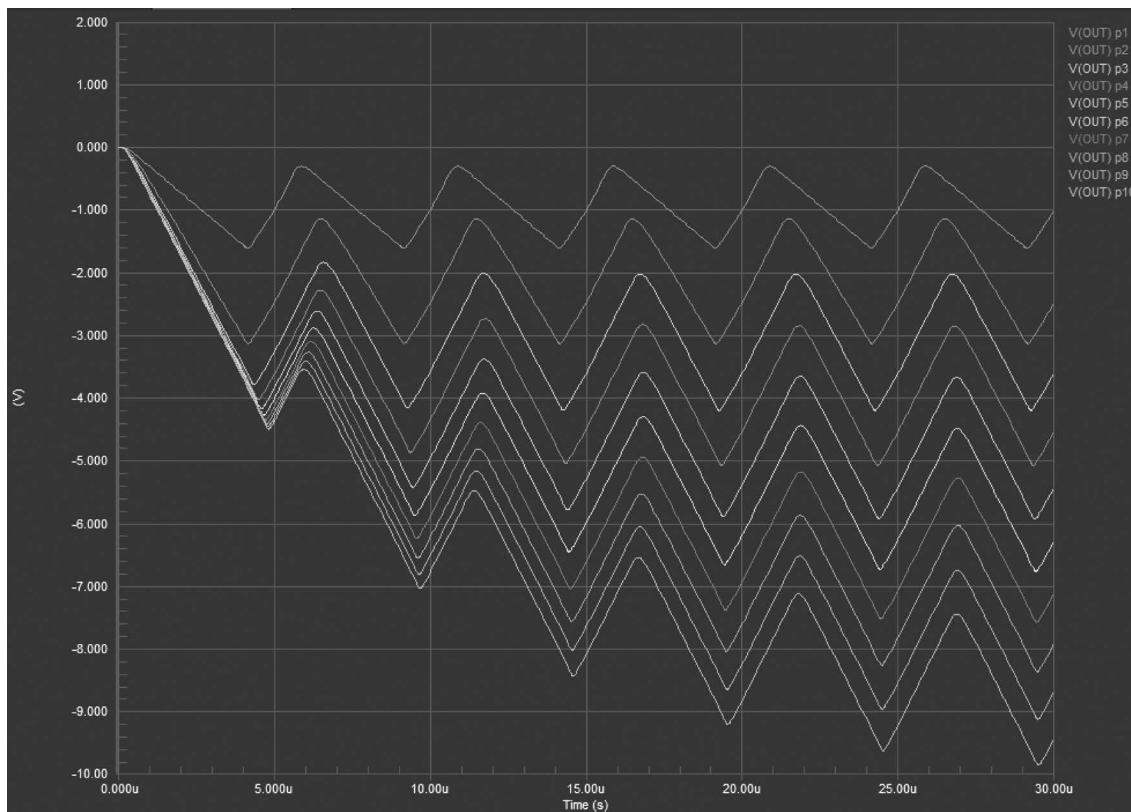

图 3-57 参数扫描仿真波形结果
(1) 运行 Spice 仿真后,弹出消息对话框,关闭该对话框。
(2) 自动打开 PCB_Project1.sdf 文件。显示如图 3-57 所示的图形,V(OUT)p1~V(OUT)p10 分别为 R1 在 1~10k Ω 不同阻值下的输出信号时域瞬态波形。
(3) 保存工程文件,并退出设计工程。